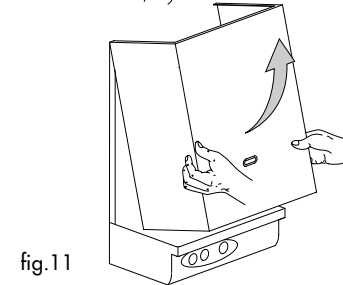

fig.11
- spostare in avanti il mantello (fig.11),
- muovere il mantello verso l'alto liberandolo dai ganci superiori (fig.11).